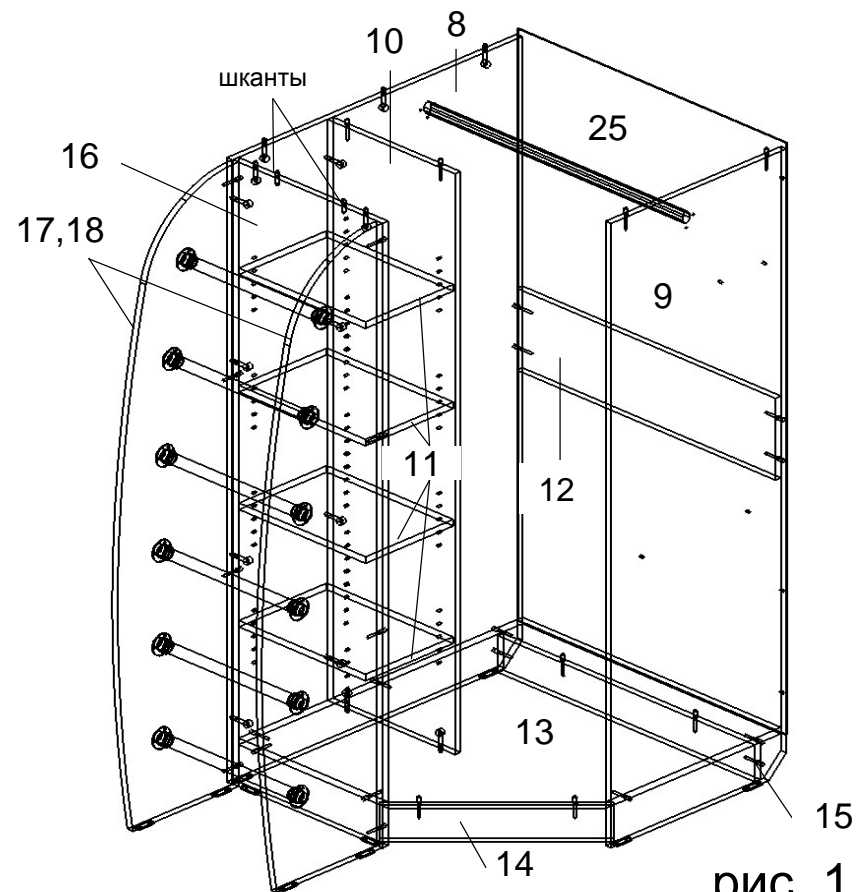
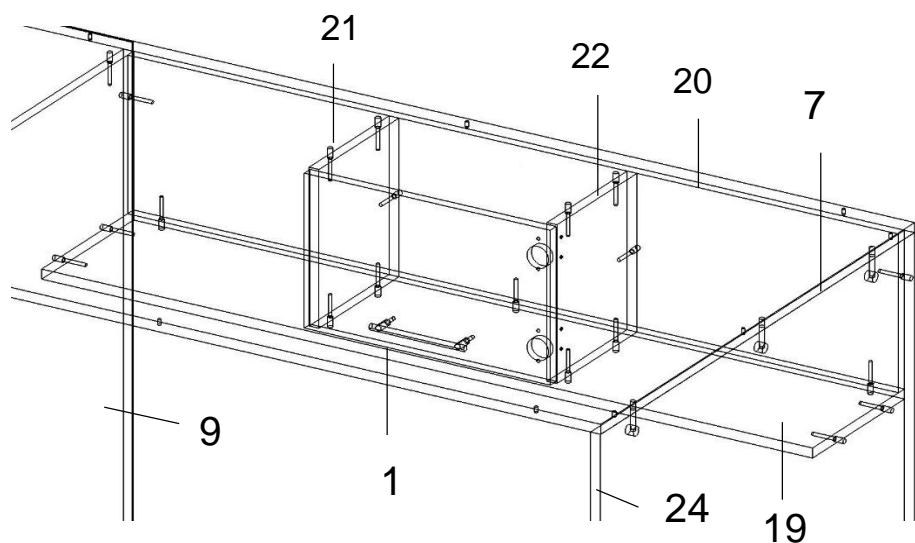
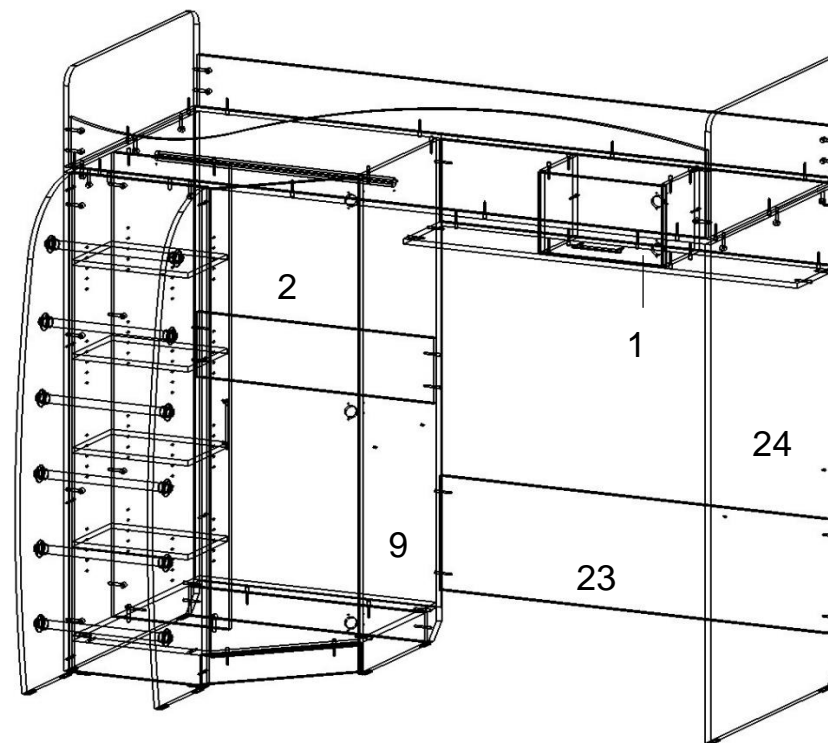

рис. 1
рис. 2
рис. 4
- Соберите шкаф (рис. 1). Закрепите к деталям 8, 9, 16, 17, 18, 24 пластиковые подпятники (о) гвоздями (п). Закрепите штангодержатели (ж) к стойкам 8, 9 шурупами (м) в указанных точках. Соберите лестницу из стоек 17, 18, трубок (и) и фланцев (к). Закрепите фланцы шурупами (м) в указанных точках. Закрепите лестницу к стойке 16 с помощью евровинтов (б). Соедините стойки 8 и 10 эксцентриковой стяжкой (а). Закрепите цоколи 14 и 15 к дну 13 евровинтами. Присоедините дно 13 к стойке 10 эксцентриковой стяжкой, а к стойке 8 евровинтами. Закрепите евровинтами панель 12 к стойке 9. Закрепите стойку 9 в сборе к дну 13 и стойке 8 евровинтами. Закрепите стойку 16 в сборе с лестницей к стойке 8 эксцентриковой стяжкой, а к дну 13 евровинтами. Закрепите гвоздями (п) заднюю стенку 25 (при этом верхний торец прибивается к основанию 7 в окончании сборки).
- 2 Соберите открытую полку (рис. 2). Соедините панель 20, стойки 21, 22 и полку 19 евроинтами. Установите петли (д) на дверцу 1 и закрепите шурупами (м) к стойке 22 в указанных точках.
- 4 Соберите кровать (рис. 4). Переместите шкаф в сборе к месту установки. Закрепите панель 23 к стойке шкафа 9 евроинтами. Закрепите стойку 24 к панели 23 евроинтами. Закрепите открытую полку в сборе к стойкам 9 и 24 евроинтами (см. рис. 2). В глухие отверстия основания 7, снизу, вкрутите штоки эксцентриковой стяжки (резьбовую часть). В верхний торец стойки 16 вставьте шканты (н). Установите основание в сборе на каркас шкафа и стойку 24 так, чтобы штоки стяжки вошли в отверстия в деталях 8, 16, 24. Затяните эксцентрики. Закрепите евроинтами основание 7 к стойкам шкафа 9, 10 и к стойкам полки 21, 22 (рис. 1 и 2). Прибейте заднюю стенку 25 к основанию 7 гвоздями.